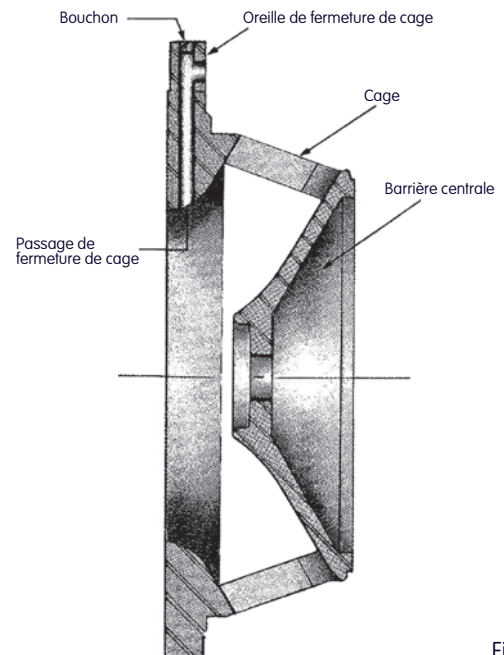

Figure 38
4. Nettoyez la fermeture de cage (Figure 38). Recherchez les traces d'érosion et repérez la fermeture de cage aval en la plaçant sur la droite. Éliminez toute fermeture de cage présentant une érosion visible ou une épaisseur ou largeur réduite des membrures de cage (un léger arrondissement de bords de membrures n'a par d'influence négative).